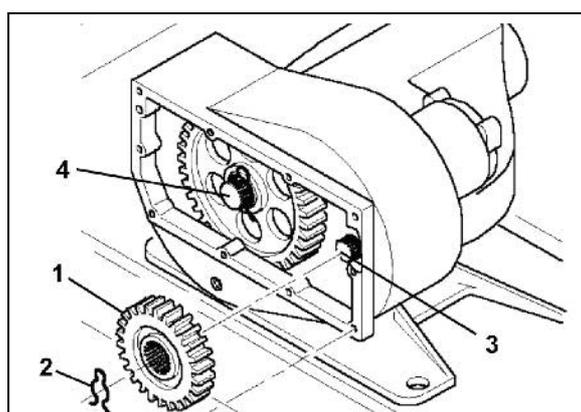

Fig. 47
Die Zahnräder (Fig. 47/1) sind mit Halterungsfedern (Fig. 47/2) auf den Wellenenden gegen axiale Verschiebung gesichert.
3. Halterungsfedern (Fig. 47/2) entfernen.
4. Zahnräder von den Wellenenden der Antriebswelle (Fig. 47/3) und der Nebenwelle (Fig. 47/4) abziehen.
5. Zahnräder im Getriebe anhand der Drehzahltablette (Fig. 47) untereinander austauschen oder durch einen anderen Zahnradatz ersetzen.
6. Halterungsfedern (Fig. 47/2) an beiden Wellen montieren.